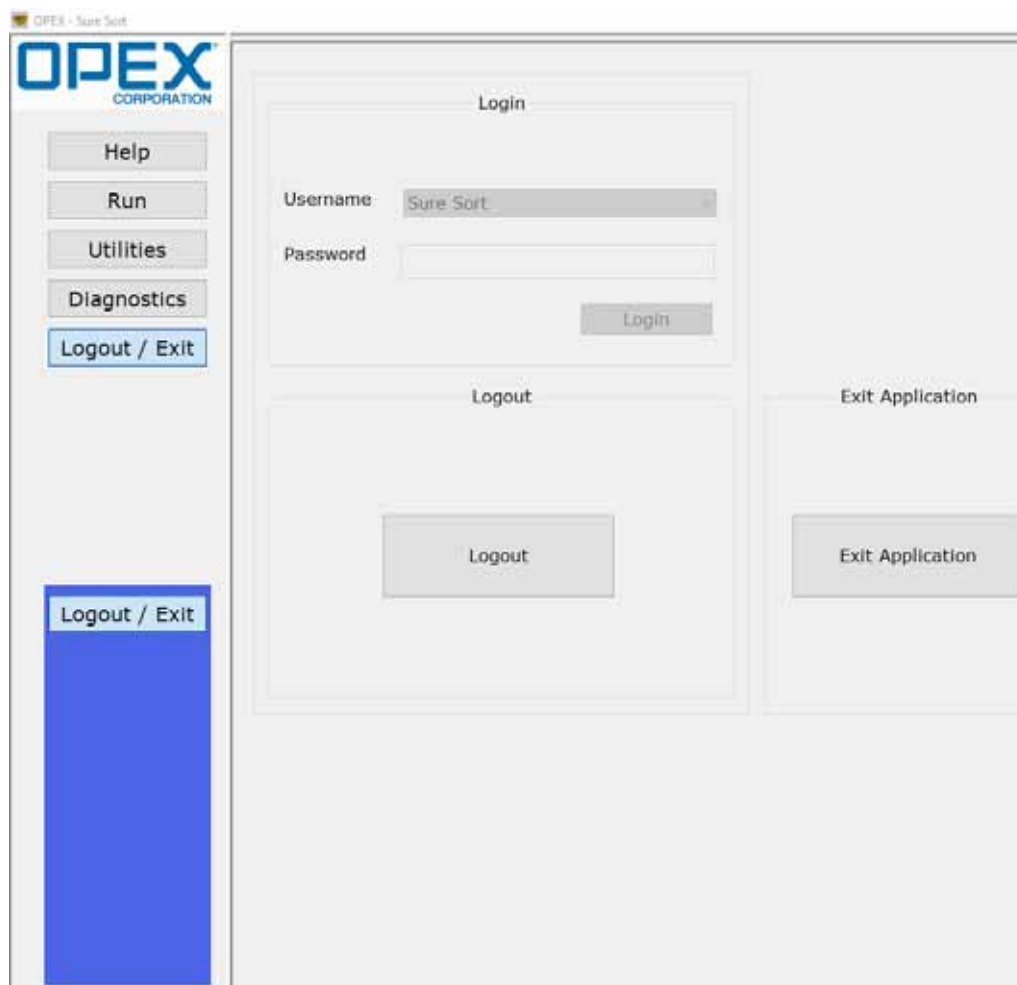

図 4-43: ホストソフトウェアインターフェース画面
3. ホストソフトウェアインターフェース画面が表示されます（図 4-43 参照）。